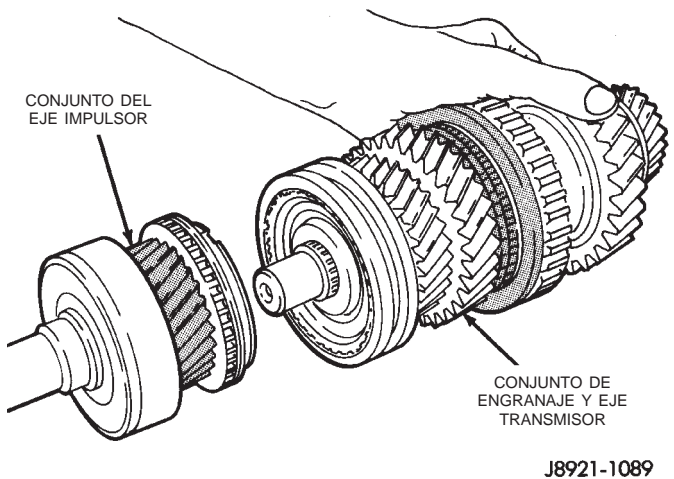

Fig. 106 Separación de los ejes impulsor y transmisor
(1) Verifique que el sincronizador 3-4 esté en la posición de punto muerto.
(2) Separe el eje impulsor del eje transmisor (Fig. 106).